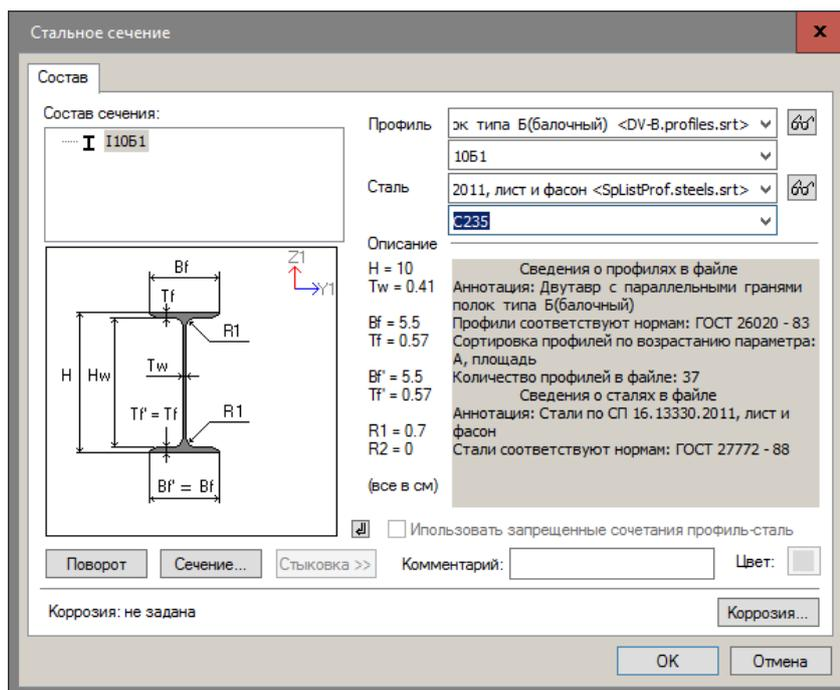

Рис.15.18. Диалоговое окно **Стальное сечение**
- вызовите диалоговое окно **Стальное сечение** (рис.15.18) щелчком по кнопке  напротив параметра **Металлическое сечение**;